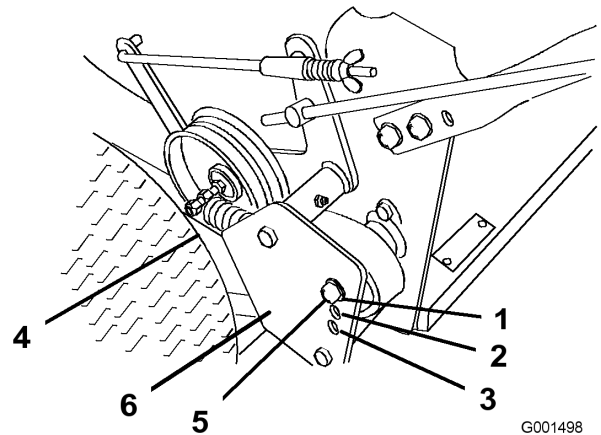

Figure 9
4. Décrochez le ressort d'entraînement du boulon de réglage (Figure 9).
5. Enlevez le contre-écrou de fixation du boulon de réglage à la protection de la poulie d'entraînement (Figure 9).
Remarque: La tension de la courroie de transmission aux roues est au minimum quand l'ensemble boulon est en Position A. La tension augmente aux Positions B et C (Figure 9).